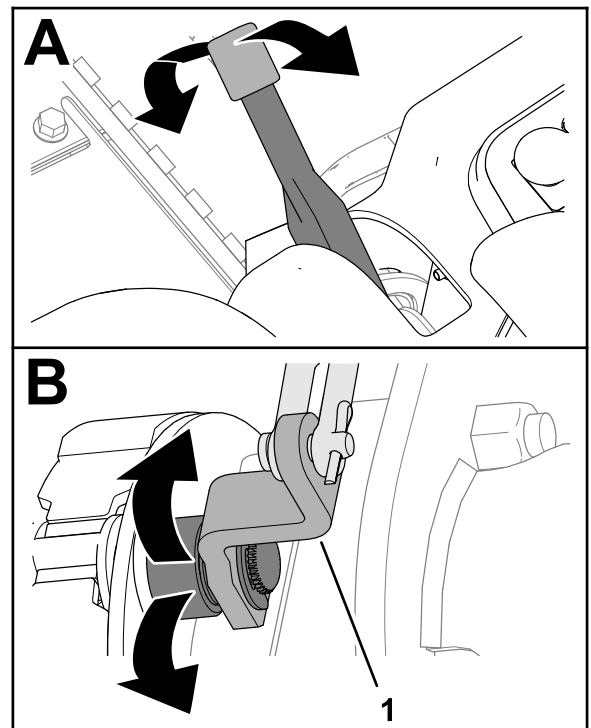

図 83
2. 駐車ブレーキのレバーを何度か操作して、ブレーキカムのレバーが自由に動くことを確認する 図 83。